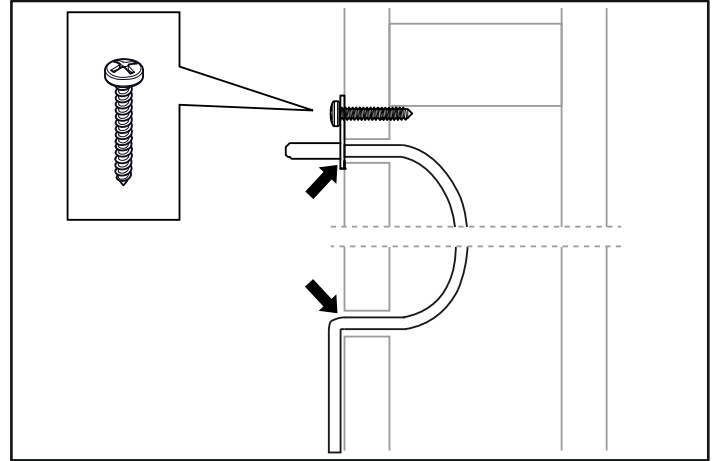

Afb. 14: Sluitbouten van de beugels
12. Borg de kachel op zijn plek met de sluitbouten, zie afb. 14.